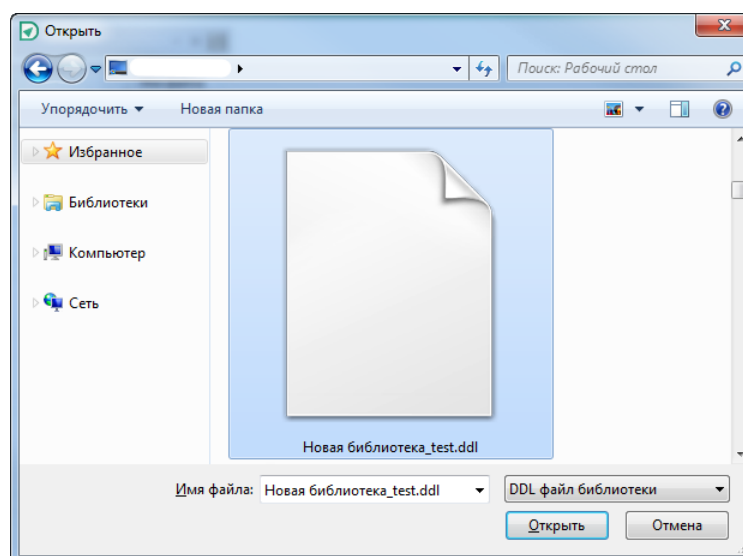

Рис. 18 Выбор импортируемой библиотеки
2. Выберите файл для импорта в открывшемся окне проводника, см. Рис. 18. Для импорта используются файлы формата **.ddl**.